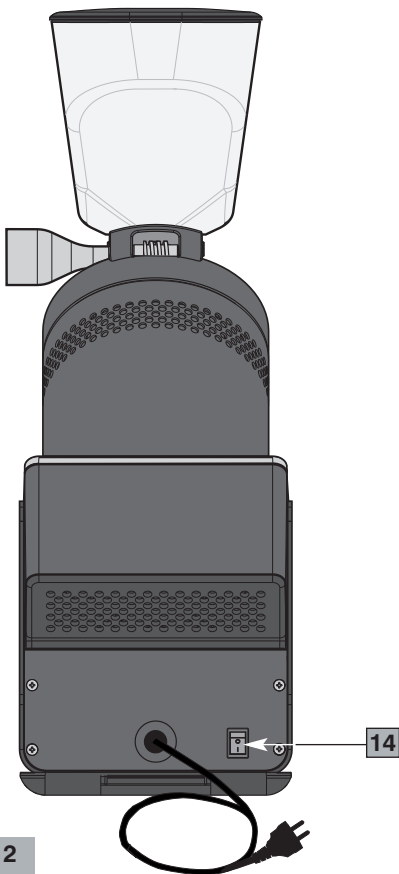

Fig. 2
### Componenti principali (Fig. 1, Fig. 2, Fig. 3, Fig. 4)
| 5 | Ghiera regolazione macinatura           | 14 | Interruttore ON-OFF (I-O) (Fig. 2) |
Prima di collegare la spina alla presa accertarsi che il pulsante ON-OFF (14 Fig. 2) sia in posizione "O" di spento.
- 2** Portare l'interruttore ON-OFF (14 Fig. 2) sulla posizione "I". Si accende il pannello (7 Fig. 1) (vedere Fig. 4).